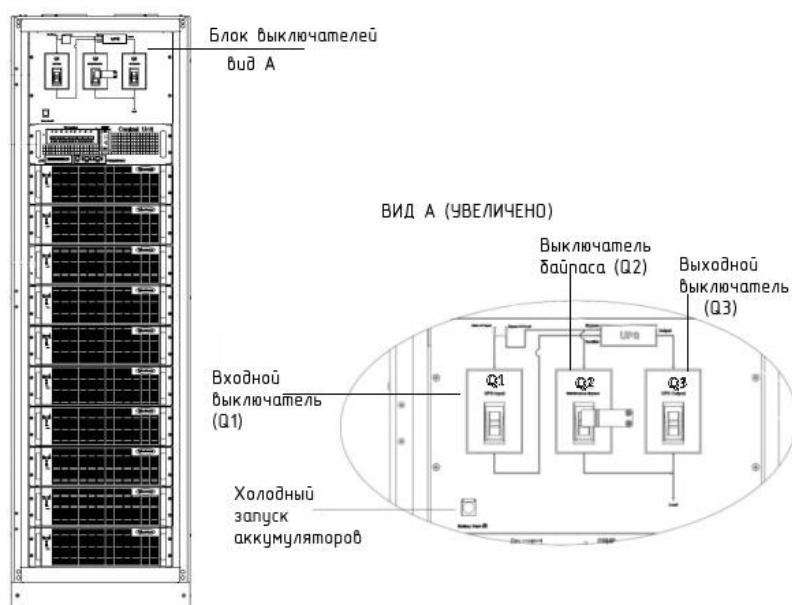

Рис. 3-1. Блок выключателей силового модуля
На рис. 3-1 показаны выключатели, доступные при открытой передней двери ИБП, в том числе входной выключатель, выходной выключатель и выключатель безопасного режима при обслуживании (с запорной пластиной, предотвращающей ошибочное переключение). Все остальные переключения обрабатываются автоматически под управлением внутренней логики.
- Нажмите на красную кнопку запуска аккумулятора, расположенную под выключателем входа выпрямителя, и удерживайте ее в течение 1 секунды (см. рис. 3-1).